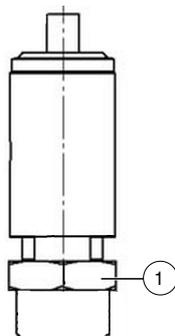
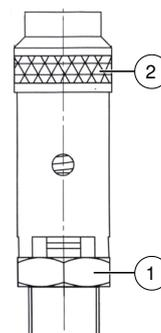

Abb. 80: Sicherheitsventil 1/4"-Anschluss
Abb. 81: Sicherheitsventil 1/2"-Anschluss
2. Öffnen Sie für wenige Sekunden das Sicherheitsventil durch Drehen der Rändelmutter (Abb. 81 auf Seite 79) gegen den Uhrzeigersinn. Während dieses Vorgangs öffnet sich der Verschluss des Sicherheitsventils, wodurch Luft entweichen muss.
1. Setzen Sie an der Schlüssel­fläche einen Gabelschlüssel an (Abb. 80 und Abb. 81 auf Seite 79) und schrauben Sie das Sicherheitsventil gegen den Uhrzeigersinn heraus.